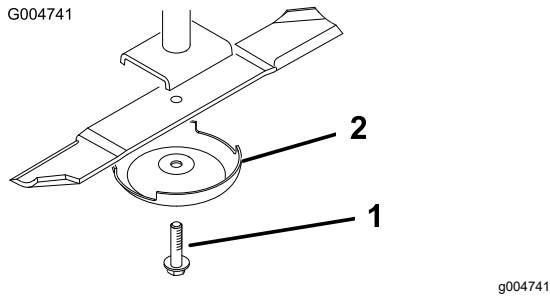

Figure 90
3. Enlevez le boulon, la coupelle de protection et la lame de l'axe de pivot (Figure 90).